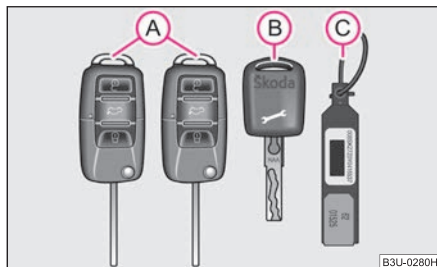

Abb. 17 Schlüsselsatz
Zum Ihrem Fahrzeug werden zwei Hauptschlüssel (A) ⇒ Abb. 17, ein Serviceschlüssel (B) und ein Schlüsselanhänger (C) mitgeliefert. Die Hauptschlüssel passen zu allen Fahrzeugschlössern. Der Serviceschlüssel ermöglicht nur das Öffnen der Türen und das Anlassen des Motors. Der Serviceschlüssel dient z. B. zur Übergabe des Fahrzeugs bei einem Service oder in einem Hotel.